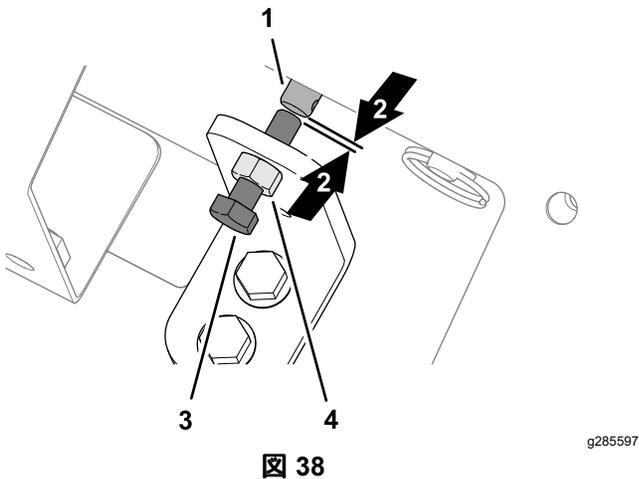

図 38
1. 手動優先ブラケットのジャムナットをゆるめる図 38。
2. 手動優先バルブの六角ヘッドねじを左に回して、フロア速度ソレノイドのねじの端部とステムの端部との間にわずかなすき間を作る図 38。
3. ジャムナットを締める図 38。